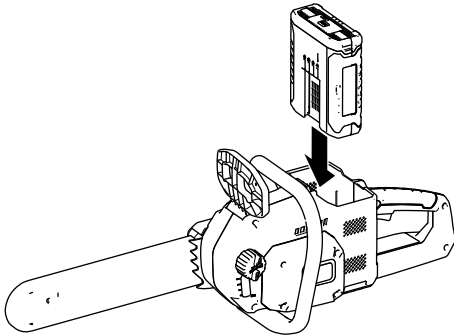

**Figura 6**
1. Compruebe que los orificios de ventilación de la motosierra (Figura 5 y Figura 6) están libres de polvo y residuos.